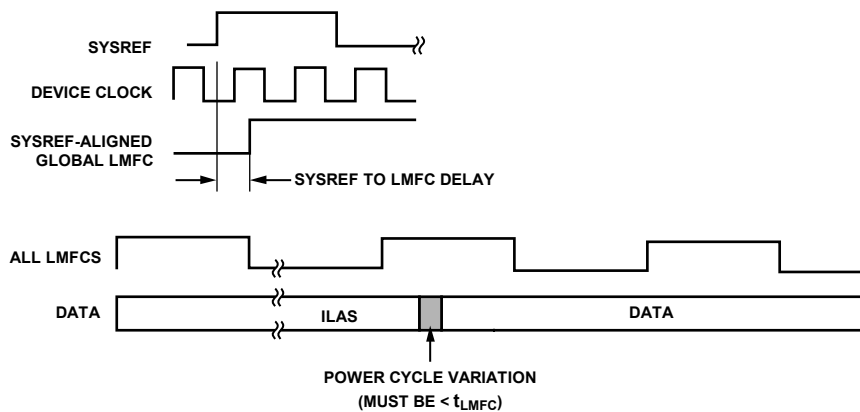

図 70. SYSREF±と LMFC
トランスポート層のセクションに示すように、JESD204B プロトコルは、データ・サンプルをオクテット、フレーム、およびマルチフレームに構成します。LMFC は、これらのマルチフレームの開始と同期します。サブクラス 1 動作では、1 リンク内の各デバイスまたは複数リンク内の各デバイスに関し、SYSREF±信号を使用して LMFC を同期させます（AD9094 内では、SYSREF±信号は内部サンプル分周器も同期させます）（図 70 を参照）。JESD204B レシーバーは、マルチフレームの境界とバッファリングを使用して、レーン間（または複数デバイス間）の遅延が一定になるようにする他、電源のオン/オフやリンク・リセットなどの場合も遅延値が変わらないようにします。
- すべてのレーン、リンク、デバイスにおける合計遅延変動は、1LMFC (tLMFC) 周期以下でなければなりません（図 70 を参照）。この合計遅延には、可変遅延と、システム内のレーンごと、リンクごと、およびデバイスごとの固定遅延の差が含まれます。